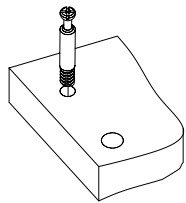
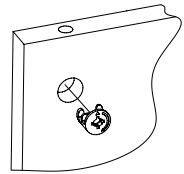

Рис.4
Рис.5
3. Вкрутите шпильки минификсов в детали 1, 2, 3, 4, 5 и в детали 2 от ИЗ-410 (Рис. 4). Вставьте головки минификсов в детали 2, 3, 4, 5, 6, 8, 9, 10 (Рис. 5).